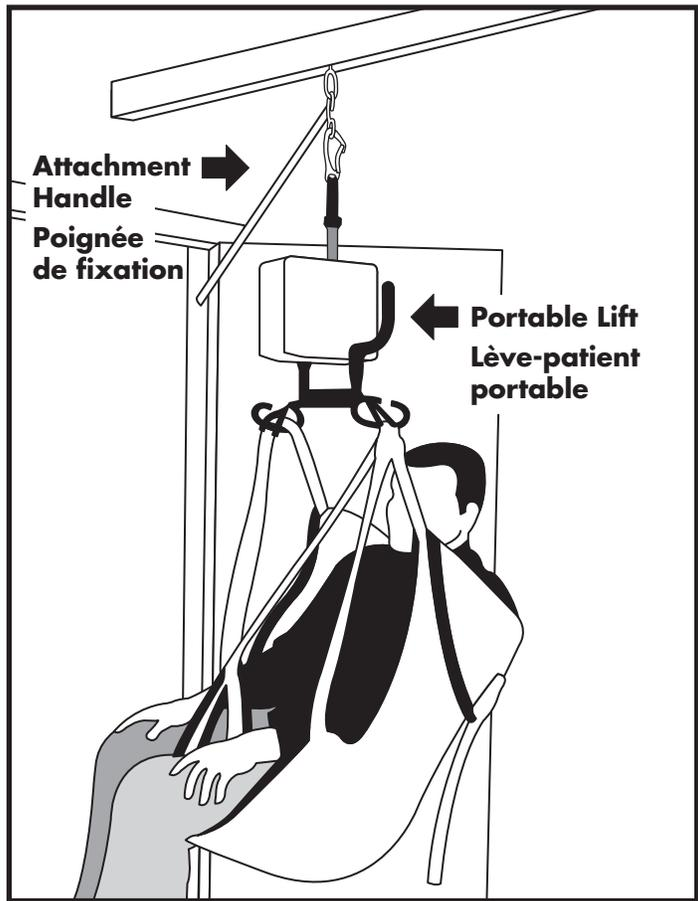
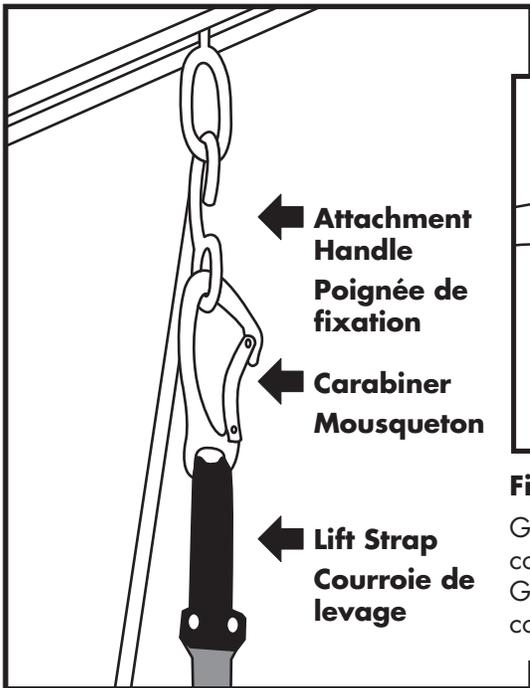

Figure 1 : Portable Lift with Attachment Handle
Figure 2 : Carabiner properly attached to Attachment Handle
Les poignées de fixation sont des accessoires des lève-patients portables qui permettent de fixer la courroie du lève-patients portable à un chariot coulissant dans un rail installé au plafond (figures 1 et 2). Le modèle de la figure 2 est typique de plusieurs marques vendues au Canada.
1) **Examinez les instructions** qui accompagnent la poignée de fixation de vos appareils et assurez-vous que le personnel de l'établissement les comprennent et les observent, surtout en ce qui concerne les méthodes de débranchement possibles décrites dans ces instructions. Remarquez toutefois que **certains manuels d'utilisateurs plus anciens n'illustrent pas certains ou tous les modes de débranchement possibles; alors assurez-vous d'avoir le manuel de l'utilisateur le plus récent**. Un raccordement correct pour certains modèles de poignées de fixation est illustré à la figure 2. Il y a lieu de noter que même si certains modes de débranchement ne présentent aucun risque, d'autres en présentent de sérieux.